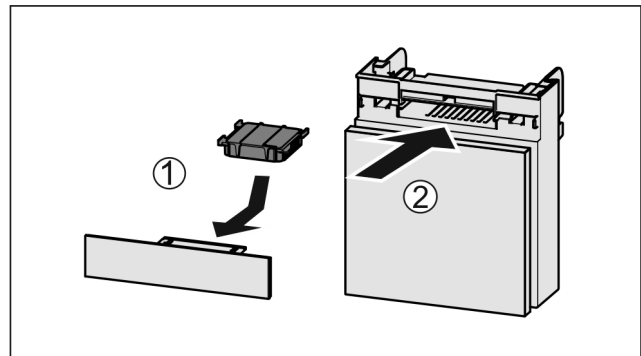

Fig. 138
- Actiefkoolfilter overeenkomstig afbeelding aanbrengen Fig. 138 (1).
- Actiefkoolfilter klikt niet vast. Als het actiefkoolfilter naar onder wijst: Lade erin schuiven Fig. 138 (2).